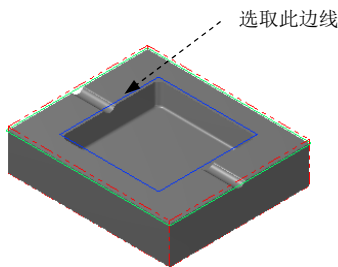

图 11.23 绘制矩形边界
键。单击 按钮，完成矩形边界的绘制，结果如图 11.23 所示。
(3) 单击 **Containment boundary** 区域中的 按钮，系统弹出“串连选项”对话框，采用“串联方式”选取图 11.23 所示的边线，单击 按钮。